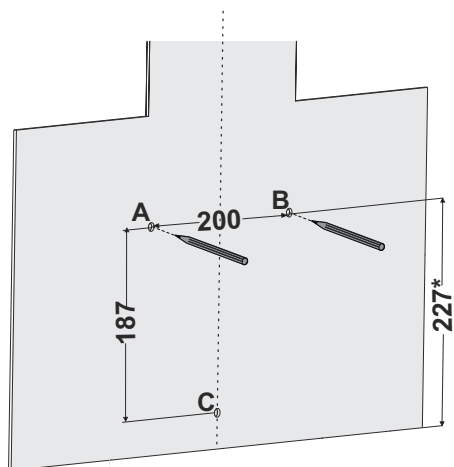

Fig. 10
2. Markera de punkter du ska borra (fig. 10).